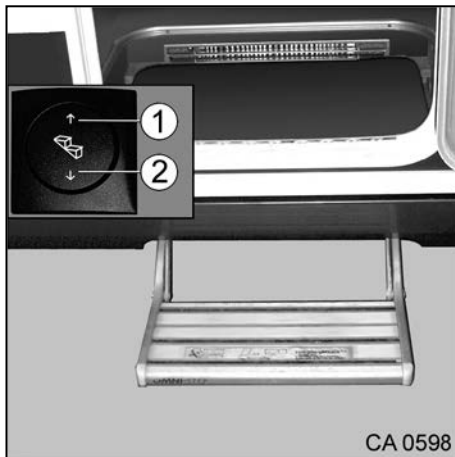

Fig. 8 Marche-pied à une marche
1. Appuyer sur l'interrupteur à bascule (Fig. 8/2) et le marche-pied sort complètement.
1. Appuyer sur l'interrupteur à bascule (Fig. 8/1) et le marche-pied rentre complètement.